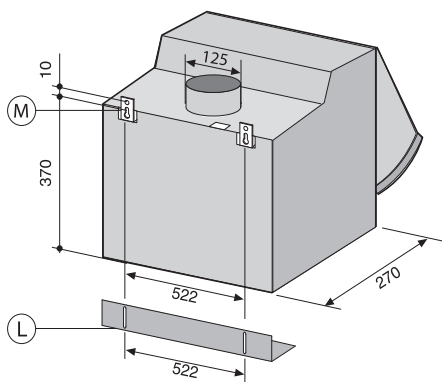

Fig. 2
- Percer 6 trous à la paroi sur la base des schémas fig. 2.
- Fixer au mur la pièce d'entretoisement (L) à la juste hauteur et sur la base de la profondeur des éléments hauts latéraux fig. 2.
- Régler la position des etriers supérieurs (M) fig. 2 sur la base de la profondeur des éléments hauts latéraux.